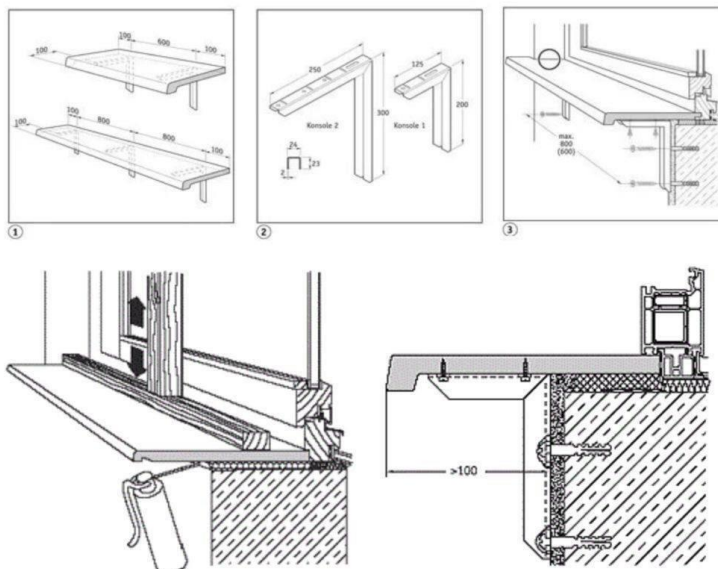

Рисунок 5. Приклади встановлення підвіконь на несучі кутики.
10. Треба, щоб вільний виніс підвіконня обов'язково складав від 100 мм - 300 мм. Якщо виніс більш ніж 100 мм, то необхідно в обов'язковому порядку встановити несучі кутники. Вони кріпляться до стіни на відстані один від одного не більше 500 мм. Відступи від країв підвіконня не повинні перевищувати 250 мм. При цьому необхідно пам'ятати, що така установка може спричинити порушення умов руху теплого повітря і привести до утворення конденсату на внутрішній поверхні вікна. Приклад встановлення підвіконь на несучі кутики рисунок 5.